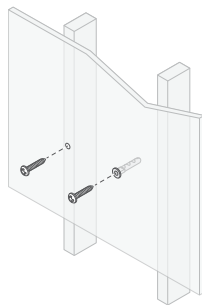

Figura 5
5. Si está seguro de que hay un montante detrás de la superficie de la pared, introduzca tornillos n.º 10/M5 (no incluidos) a través de la pared y en el montante (ver figura 5).
6. Si no hay ningún montante detrás de la pared en la ubicación elegida, instale anclajes de pared (no suministrados) en la pared siguiendo las instrucciones del fabricante de anclajes. Utilice siempre dos anclajes de pared y dos tornillos por altavoz (ver figura 5). Para superficies de madera y montantes, utilice tornillos para madera; para chapa o yeso, utilice anclajes para pared; para mampostería, utilice anclajes para mampostería.